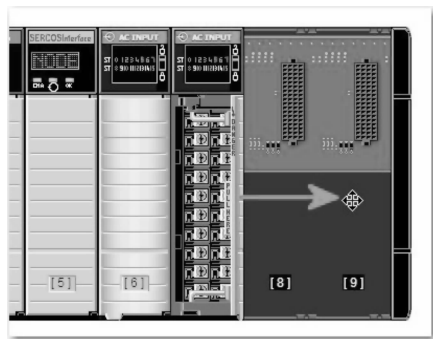

图 26-83 选中机架内模块
4. 可以通过拖放的方式在机架内移动模块。单击机架中的最后一个模块, 如图 26-83 所示。按住鼠标按键, 将该模块拖动到机架中的最后一个插槽, 如图 26-84 所示。